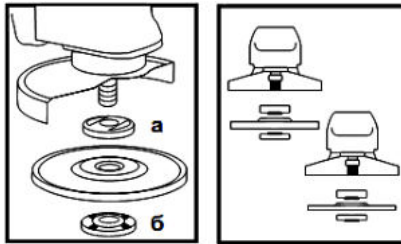

Рисунок 2
4.4 Встановіть на виріб шліфувальний або відрізний круг. Для цього натисніть на кнопку фіксації шпинделя (3) і поверніть його до такого положення, при якому він зафіксується. За допомогою вилочного ключа з комплекту виробу відверніть і зніміть затискну гайку (б) (дивіться рисунок 2). Встановіть шліфувальний диск на посадкове місце фланцевої шайби (а) (рисунок 2), наживіть рукою затискну гайку на шпindel і затягніть її ключем з комплекту приладу.